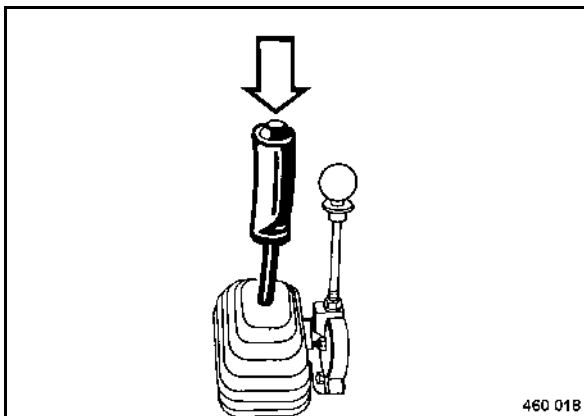

fig. 69
- Appuyer sur le bouton-poussoir (fig. 69) de la vibration.
- Appuyer une nouvelle fois sur le bouton-poussoir (fig. 69) de la vibration.